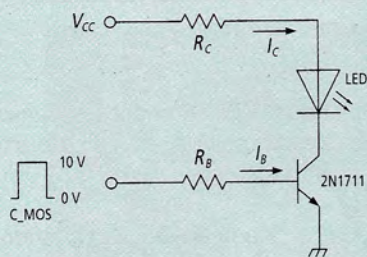

figura 5.24
6. Si calcolino i valori delle resistenze R_C ed R_B **figura 5.24** perché il transistor vada in saturazione. Sia $V_{F(LED)} = 1,8 \text{ V}$, $I_{D(LED)} = 10 \text{ mA}$, $V_i = 0 \text{ V} \div 10 \text{ V}$ (Segnale C-MOS), $h_{FE-min} = 75$ (con $I_C = 10 \text{ mA}$), $V_{CE-Sat} = 0,2 \text{ V}$, $V_{BE-Sat} = 0,55 \text{ V}$, $V_{CC} = 18 \text{ V}$.
7. Si può invertire la posizione del diodo LED nello schema di **figura 5.24**.